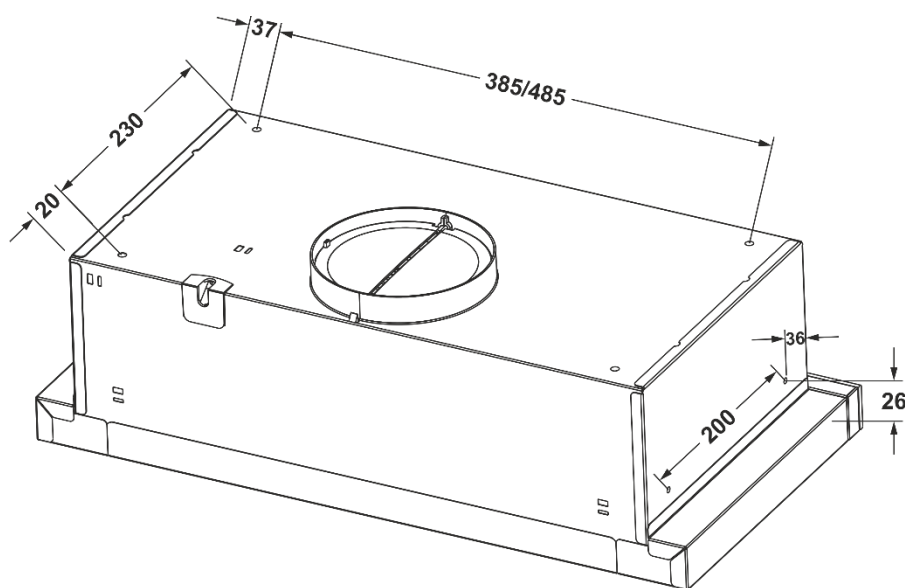

Рис. 4
6.4 Прежде чем приступить к сверлению отверстий под крепежные изделия, необходимо провести для них разметку на стене. Для этого изготовьте бумажный шаблон с координатами отверстий, приложите шаблон к нижней полке мебельного гарнитура на необходимой высоте (рис.4).